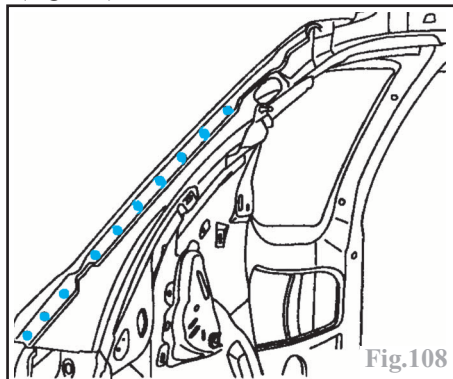

Fig.108
- par points bouchons au **MIG** et meuler (Fig.108),